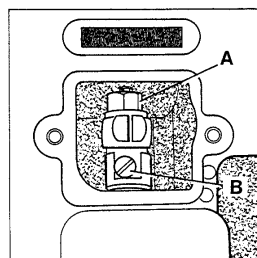

Fig.12
To change the stitch length, remove the cover plate located below the serial number of the machine. Loosen lock nut (A, Fig. 12) and turn stitch length adjusting screw (B) clockwise to shorten stitch or counterclockwise to lengthen it. After adjustment, retighten lock nut (A) and replace the cover plate.
Zum Verändern der Stichlänge entfernen Sie den Deckel unter der Seriennummer der Maschine. Lösen Sie die Mutter (A, Fig. 12) und drehen die Stichlängensschraube (B) im Uhrzeigersinn, um den Stich zu verkürzen oder im Gegenuhrzeigersinn, um ihn zu verlängern. Ziehen Sie die Mutter (A) nach dieser Einstellung wieder an und schrauben den Deckel wieder auf.